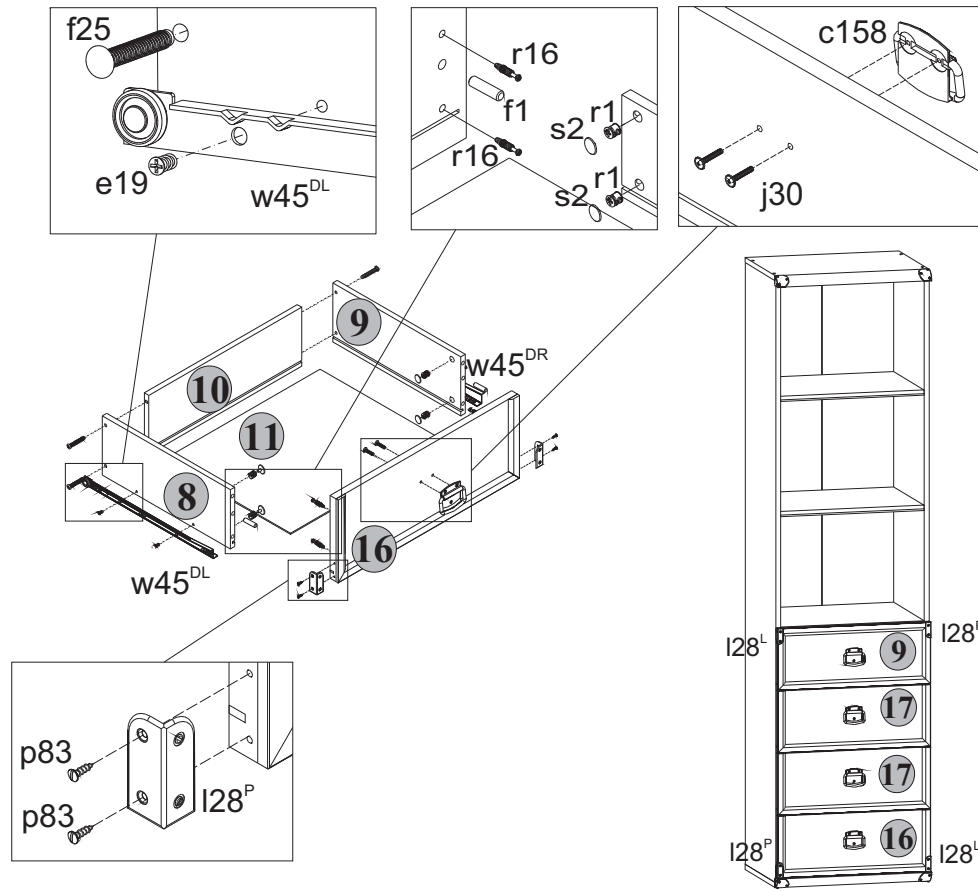

Рис. 3
- 5.13 В отверстия диаметром **8 мм** на передних кромках стенок боковых **8** и **9** корпусов выдвижных ящиков вбить деревянные шканты **f1** (**см.рис.3**).
- 5.14 В отверстия диаметром **15 мм** на внутренних поверхностях стенок боковых **8** и **9** корпусов выдвижных ящиков вставить стяжки эксцентриковые **r1** (**см.рис.3**).
- 5.15 В отверстия диаметром **5 мм** на внутренних поверхностях панелей передних **16, 17** и **9** ящиков выдвижных с помощью крестообразной отвертки вкрутить винты стяжки **r16** (**см.рис.3**).
- 5.17 Соединить панель переднюю **16** с корпусом ящика выдвижного и затянуть стяжки эксцентриковые **r1**, пользуясь специальным ключом **z1**. Закрывать стяжки эксцентриковые заглушками **s2** (**см.рис.3**).
- 5.19 Соединить панели передние **17** с корпусами ящиков выдвижных и затянуть стяжки эксцентриковые **r1**, пользуясь специальным ключом **z1**. Закрывать стяжки эксцентриковые заглушками **s2** (**см.рис.3**).
- 5.20 Соединить панель переднюю **9** с корпусом ящика выдвижного и затянуть стяжки эксцентриковые **r1**, пользуясь специальным ключом **z1**. Закрывать стяжки эксцентриковые заглушками **s2** (**см.рис.3**).